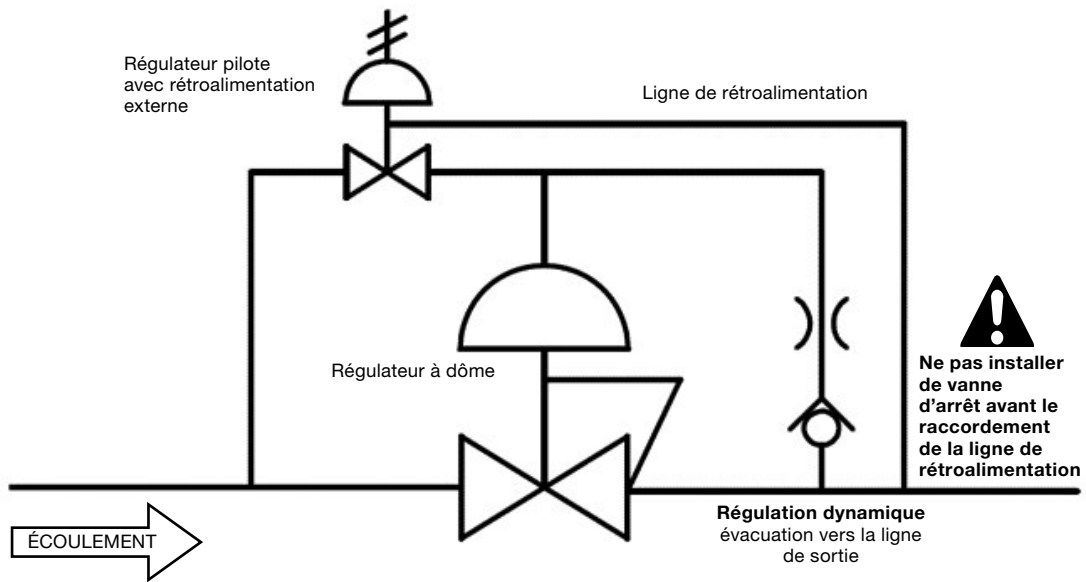

Figure 3
- **Contrôle par rétroalimentation externe du régulateur pilote.** Dans cette configuration, une ligne de rétroalimentation externe connecte la ligne de sortie du régulateur au régulateur pilote intégré (cf. Figure 3). Cela permet d'obtenir une pression régulée avec plus de précision et plus stable, et de limiter le phénomène de baisse graduelle de la pression de sortie (droop). Idéalement, la ligne de rétroalimentation externe doit être raccordée dans une zone sans turbulence de la tuyauterie aval et doit être aussi courte que possible. La distance entre la sortie du régulateur et le raccordement de la ligne de rétroalimentation externe peut avoir une incidence sur le temps de réponse du régulateur. Cette distance doit être réduite au minimum.